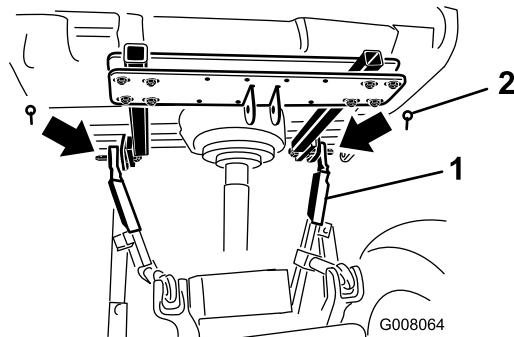

Figura 7
5. Introduzca los brazos de enganche inferiores derecho e izquierdo en los pasadores de enganche y asegúrelos con pasadores de seguridad (Figura 7).